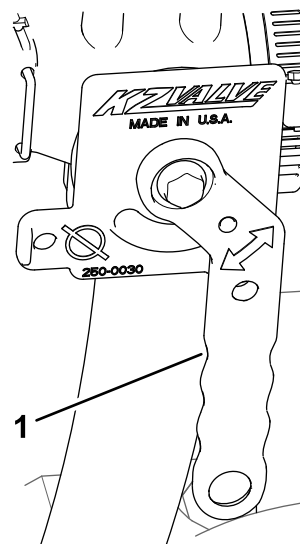

Рисунок 42
- Поверните рукоятку отсечного клапана эдуктора в открытое положение (Рисунок 42). Жидкость из системы опрыскивания подается под давлением в контур эдуктора.
5. Закройте отсечной клапан эдуктора; см. Рисунок 42 в разделе Запуск эдуктора (страница 24).